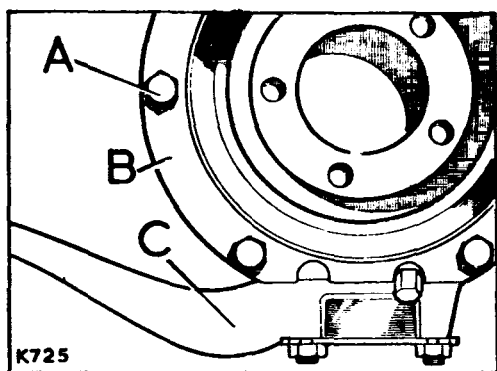

Fig. F1-49.- Posición del tornillo de ajuste del tope de dirección.
- 3.11.- Cubrir con grasa densa el retén de aceite del cárter del pivote, e instalarlo con su aro de retenida en el cárter, situando el tornillo de ajuste del tope de dirección del agujero más avanzado, A (Fig. F1-49).